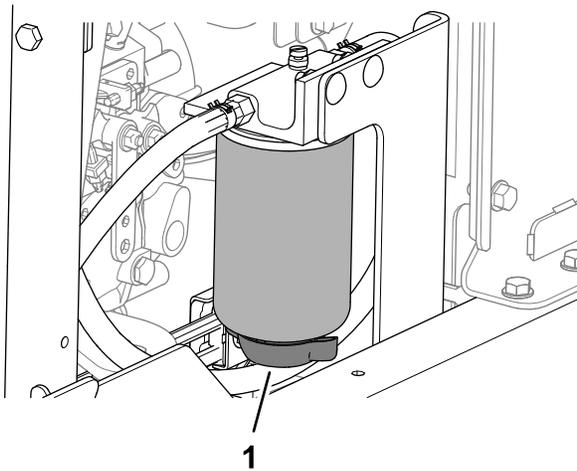

Figura 115
3. Coloque un recipiente de vaciado debajo de la válvula de vaciado del separador de combustible/agua (Figura 115).